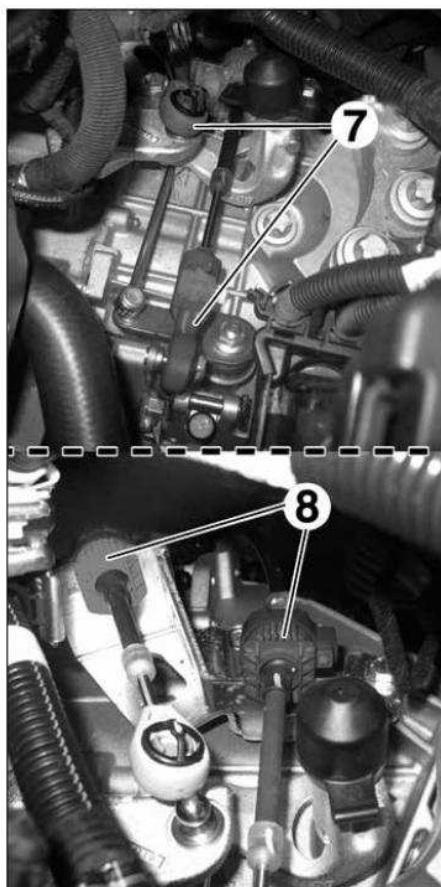

FIG. 5
- Sganciare i giunti snodati (7) dei cavi di comando e di selezione dal meccanismo della scatola del cambio (Fig.5).
- Tirare il bloccaggio (8) dei fermi dei cavi e disimpegnare i cavi dal supporto.